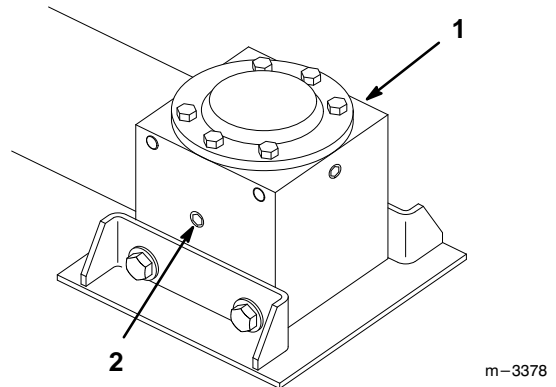

**Figure 32**
2. Si le niveau est bas, retirer le bouchon supérieur et ajouter de l'huile dans la boîte jusqu'au niveau du bouchon latéral (Fig. 32).
6. Retirer le bouchon latéral de la boîte d'engrenages et contrôler le niveau d'huile dans la boîte. Si le niveau est bas, rajouter de l'huile SAE EP-80\90 wt. dans la boîte jusqu'au niveau du bouchon latéral (Fig. 32).